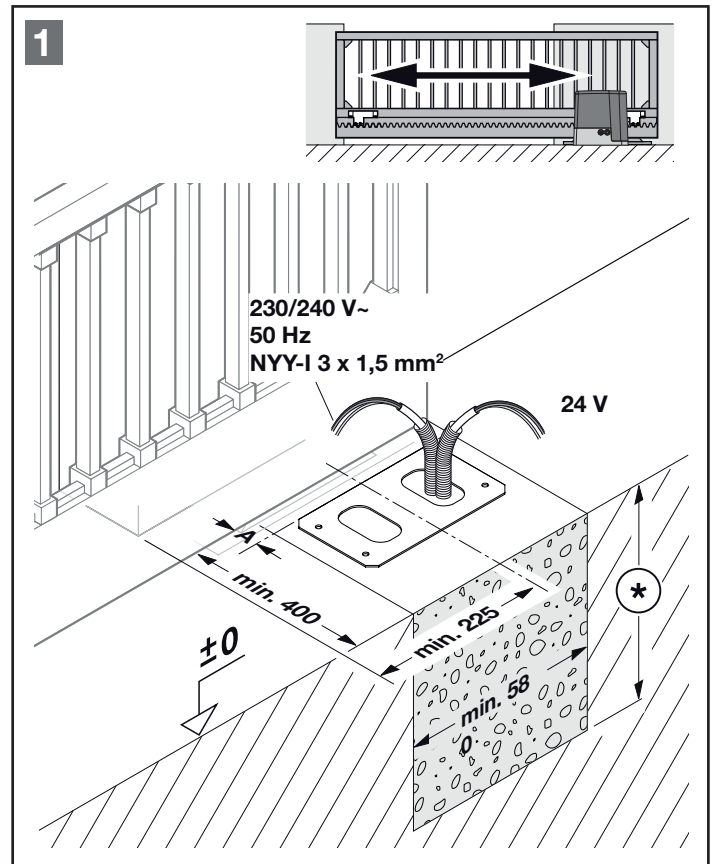
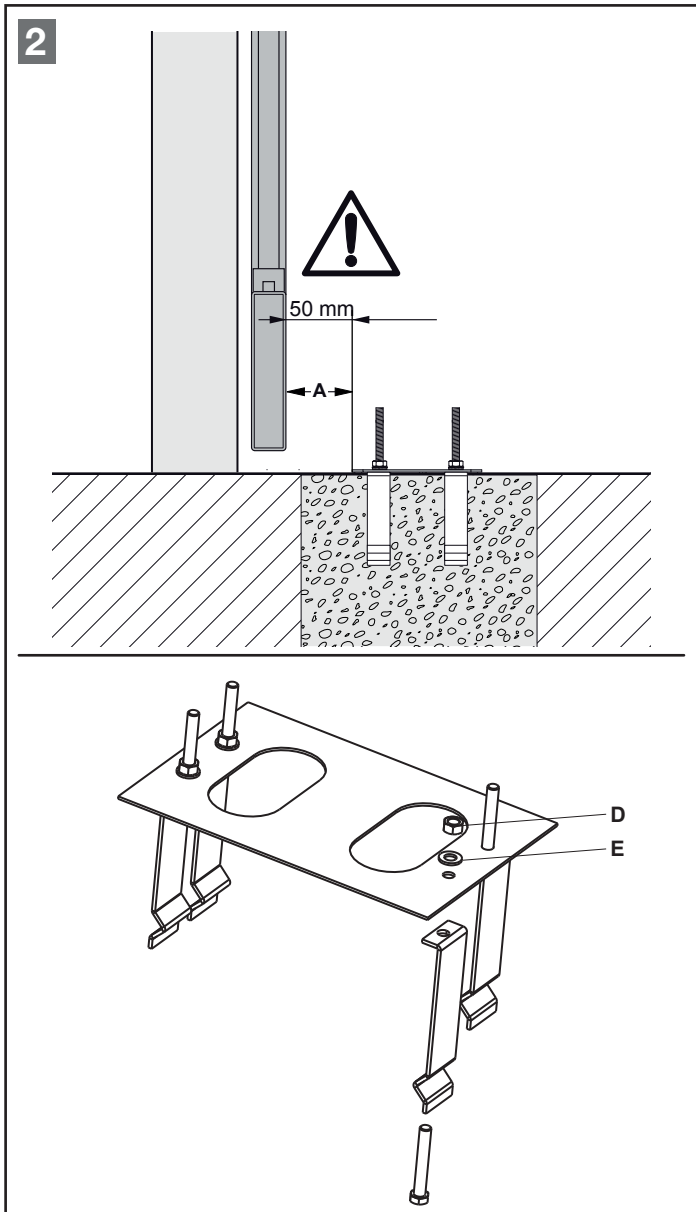

Bild 1 - Fundament
Bild 2 - Boden-Anker
- Für den Schiebetor-Antrieb ist es erforderlich, dass ein Fundament gegossen wird, sowie es im Bild 1 gezeigt ist. Die Markierung ⊛ steht hierbei für die frostfreie Tiefe (in Deutschland = 80 cm).
Das Betonfundament entsprechend den Einbaumaßen vorbereiten. Die Bodenanker in den Bohrungen der Metallgrundplatte befestigen und in die Zementfläche einsetzen. Einbaumaße unbedingt beachten! Siehe „Bild 1 - Fundament“ und „Bild 2 - Boden-Anker“.
Vor dem Bohren der vier Bohrungen muss deren Lage auf der Oberfläche des Fundaments gekennzeichnet werden. Hierzu Motorgrundplatte als Bohrschablone verwenden. Einbaumaße unbedingt beachten! Siehe „Bild 1 - Fundament“ und „Bild 2 - Boden-Anker“. Anschließend Dübellöcher bohren, die Bohrlöcher reinigen und Grundplatte mit geeignetem Montagematerial befestigen. Hierbei die Unterlegscheibe mit der Mutter gegen den Boden festziehen.